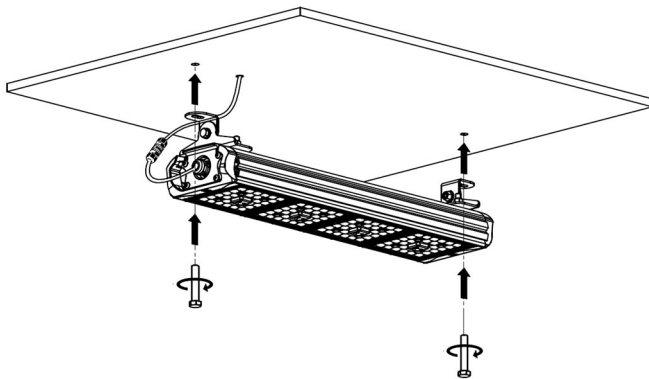

Рисунок 5. Установка светильника с креплением на монтажную поверхность.
- 5.3. Установите светильник с креплением на монтажную поверхность (см. рисунок 5).